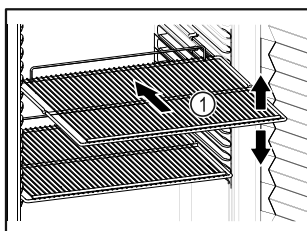

Fig. 57 Príklad zobrazenia
- Ak sa dajú odkladacie rošty Fig. 57 (1) premiestniť, prispôbte výšku.